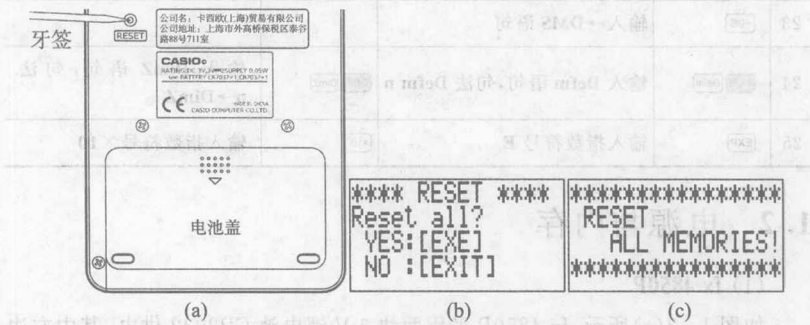

图 1-3 开机状态用牙签等尖状物触压 fx-4850P 的复位按钮及屏幕显示
更换电池后,机内电池电量低的记忆不会自动消除,应用牙签等尖状物触压机背面的复位按钮,见图 1-3(a),这样才能消除电池电量低的记忆,否则,屏幕很快又会出现图 1-2(b)所示的电池电量低显示。
2) fx-4850P 处于开机状态时,用牙签等尖状物触压机背面的复位按钮 RESET 后,机器自动进入模式菜单的 RESET 模式,屏幕显示见图 1-3(b)所示,应按 **EXIT** 键退出 RESET 模式返回模式菜单;若按 **EXE** 键,机器清除内存的全部程序与数据后显示图 1-3(c)的界面。很多读者就因这样一次误操作丢失了机内的全部程序。